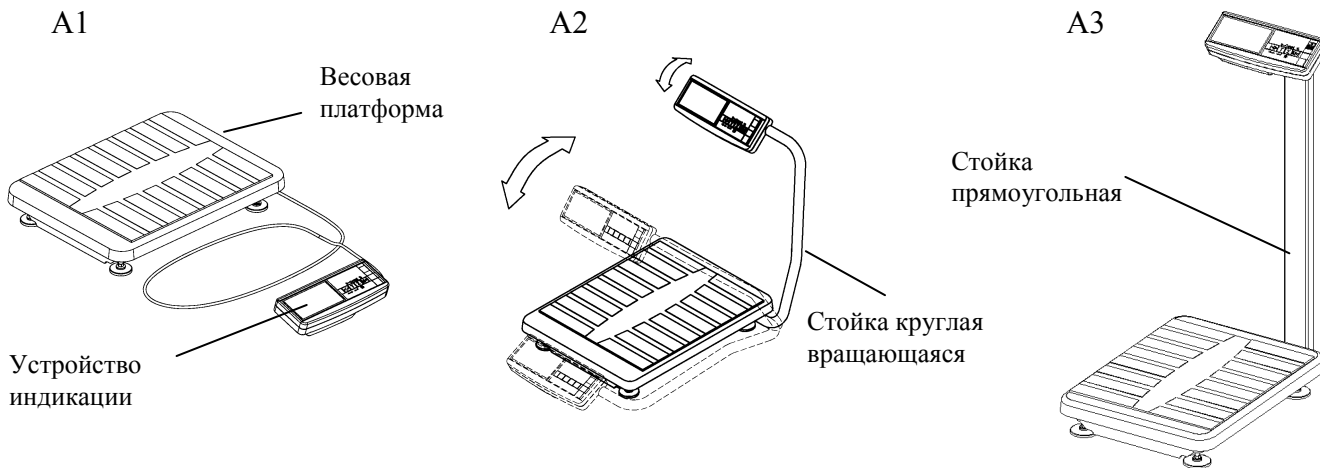
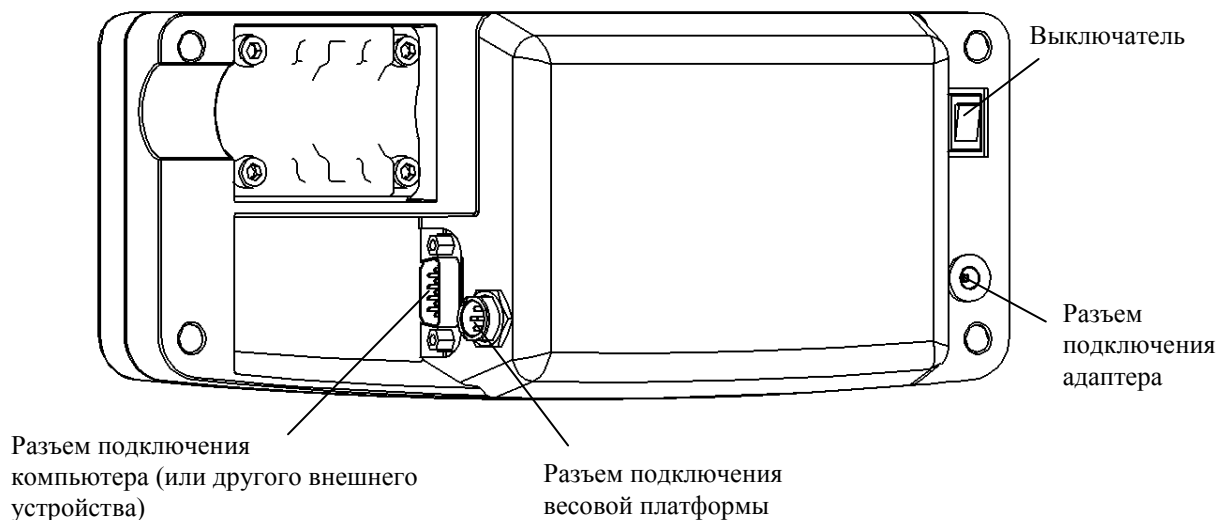

Рис. 5.1 - Внешний вид весов
Рис. 5.3 - Устройство индикации
Весы состоят из весовой платформы и устройства индикации (Рис. 5.1 - Рис. 5.3).
- Подсоединить разъем весовой платформы к устройству индикации (Рис. 5.3).
- Вращая стойку (Рис. 5.1), установить ее в удобное для работы положение и зафиксировать, плотно затянув винты в кронштейнах основания (восемь винтов). На входе в стойку оставить припуск кабеля длиной 20-30 мм.